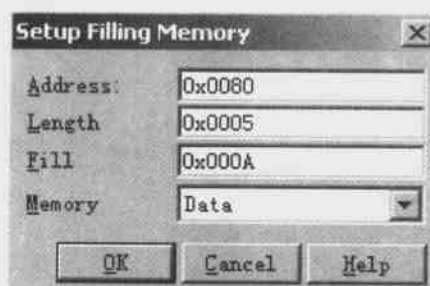

图 3.8 存储块填充对话框
(5) Memory→Fill 将一段存储块全部填入一固定的值。单击此命令,将打开如图 3.8 所示的对话框。对话框中是指将从 0x0080 开始的长度为 5 的数据段存储器中的值全部修改为 0x000A。